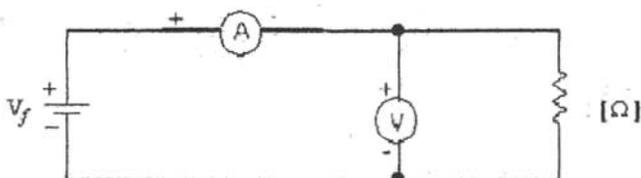

Figura 2.16
- g) Arme el dispositivo de la figura. 2.16